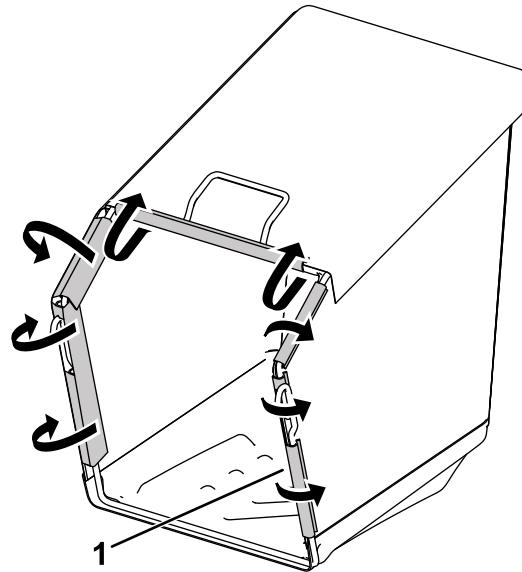

Figura 7
3. Acople los clips de plástico al bastidor de la bolsa de recogida (Figura 7).